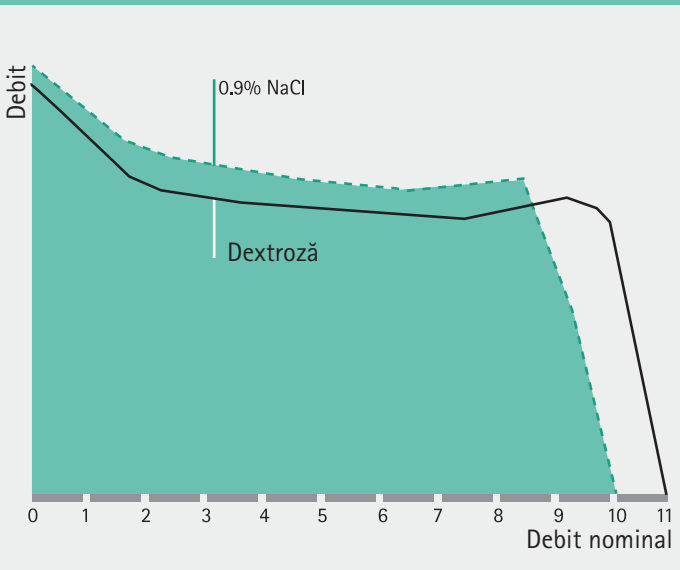

Figura 2: Rezultatele condiționării de diluenți
- **Condiționarea de către diluenți:** Ratele debitului Easypump®II sunt calculate pe baza utilizării a NaCl 0,9 %. Folosind dextroza (DSW) ca diluent sau adăugarea oricărui alt medicament de o vâscozitate mai mare decât a unei soluții saline normale, va crește timpul de administrare (de exemplu cu 10 % în cazul dextrozei [DSW], vezi figura 2).